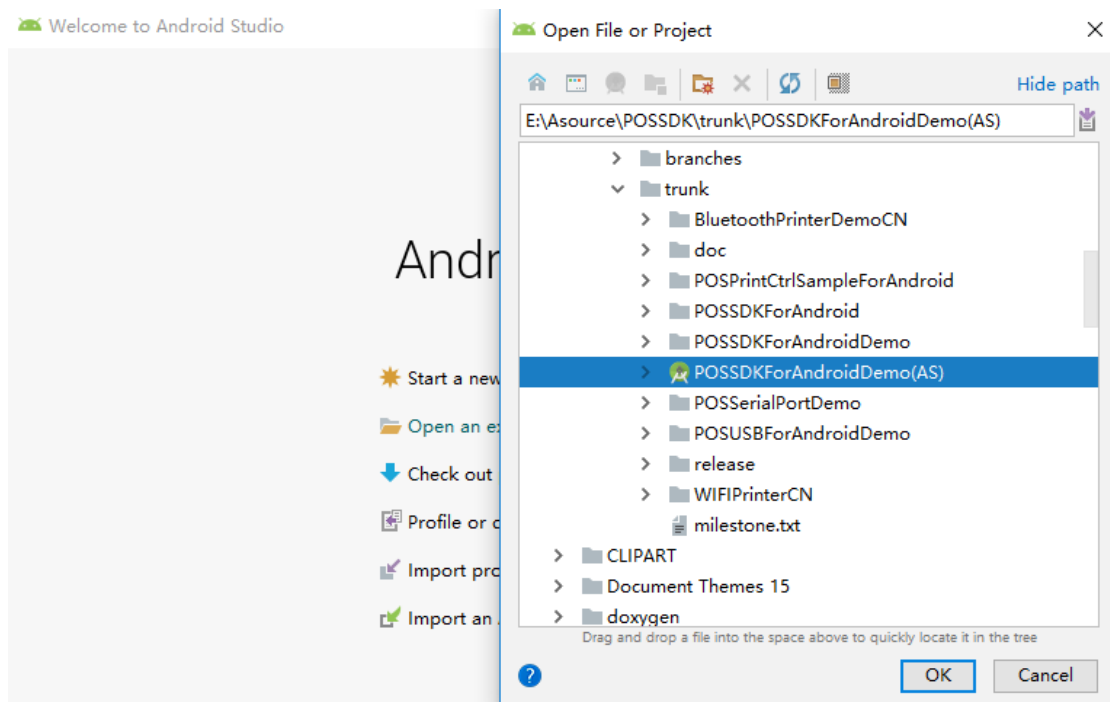
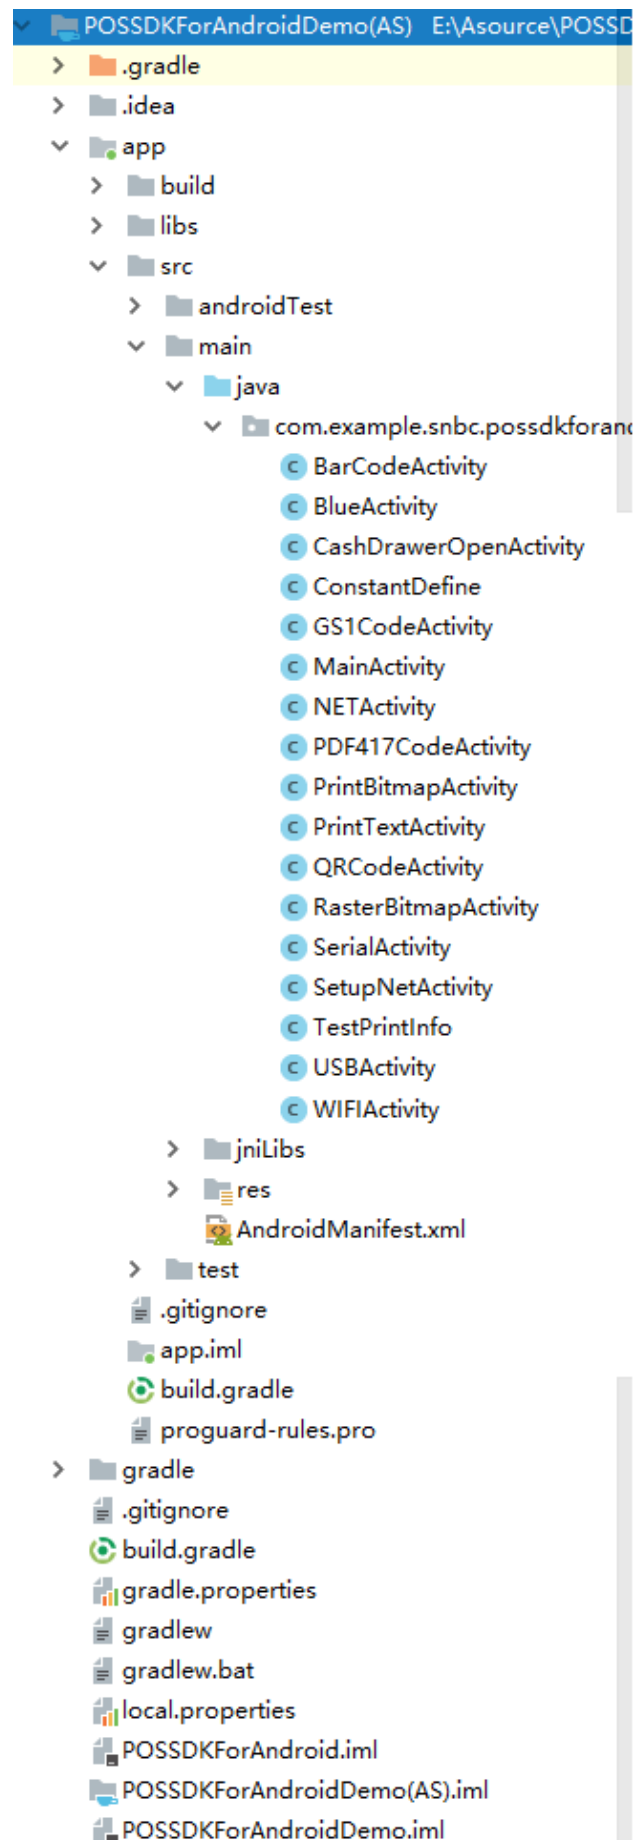

图 2 导入例程
图 3 导入例程后运行界面
3) 选择解压的例程 POSSDKForAndroidDemo，如图 2 和图 3 所示。